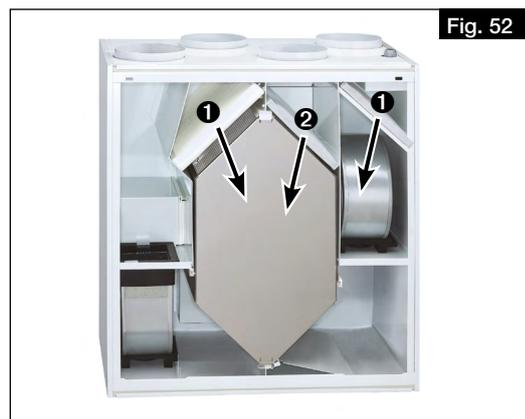

Fig. 52
2. Retirer le filtre air extérieur **1** et air extrait **2** vers l'avant et les remplacer (voir Fig. 52).